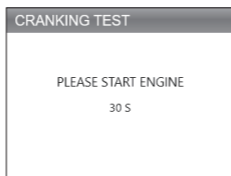

Figura 4.3.2
2. O teste começará com uma solicitação para que você acione o motor dentro de 30 segundos. (Veja Figura 4.3.2)